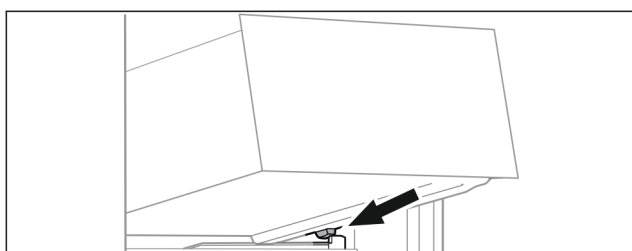

Fig. 85
- ▶ Nasadte zásuvku šikmo za zarážky na žebrování na nádoby. (viz Fig. 85)